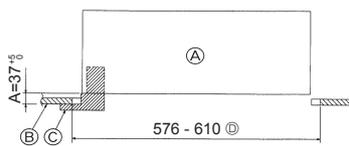

Fig. 6-2
6.2. Vorbereitung zum Anbringen des Gitters (Fig. 6-2)